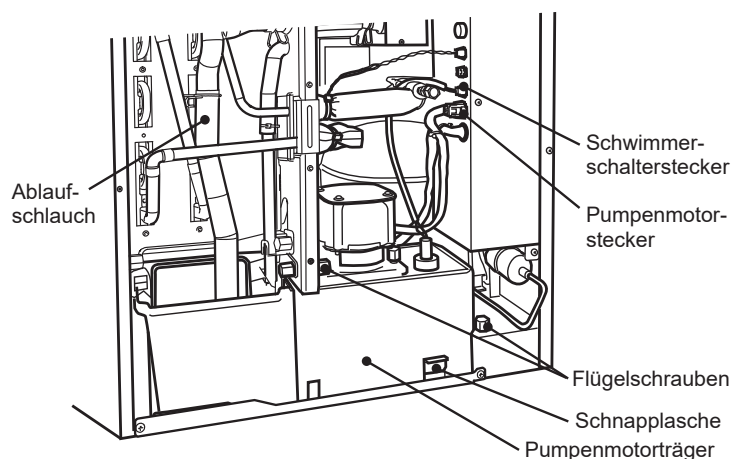

Abb. 3
- 2) Die beiden Flügelsschrauben lösen, die den Pumpenmotorträger sichern. Siehe Abb. 3.
Darauf achten, dass der Ablaufschlauch hinter dem Kupferrohr verläuft, den Schlauch anschließen und sichern. Siehe Abb. 3. Andernfalls kann sich der Ablaufschlauch in der Frontisolierung verfangen und schlechte Ergebnisse verursachen.